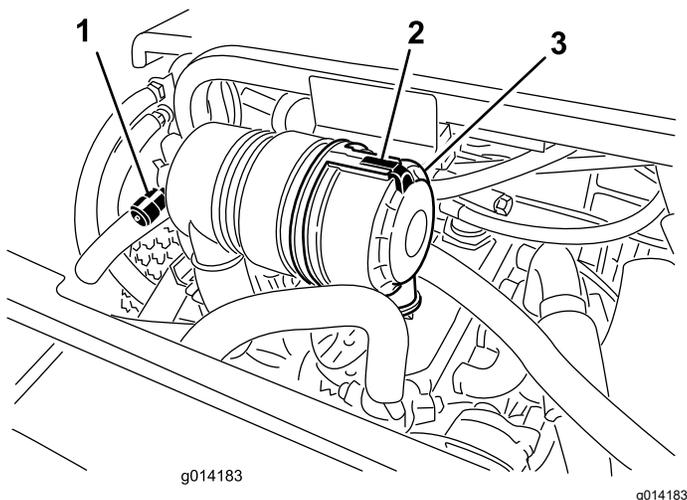

Figure 31
Faites l'entretien du filtre à air uniquement quand l'indicateur de colmatage (Figure 31) indique que cela est nécessaire. Changer le filtre à air prématurément ne fait qu'accroître le risque de contamination du moteur par des impuretés quand le filtre est déposé.
1. Desserrez les attaches qui maintiennent le couvercle sur le boîtier du filtre à air (Figure 31).